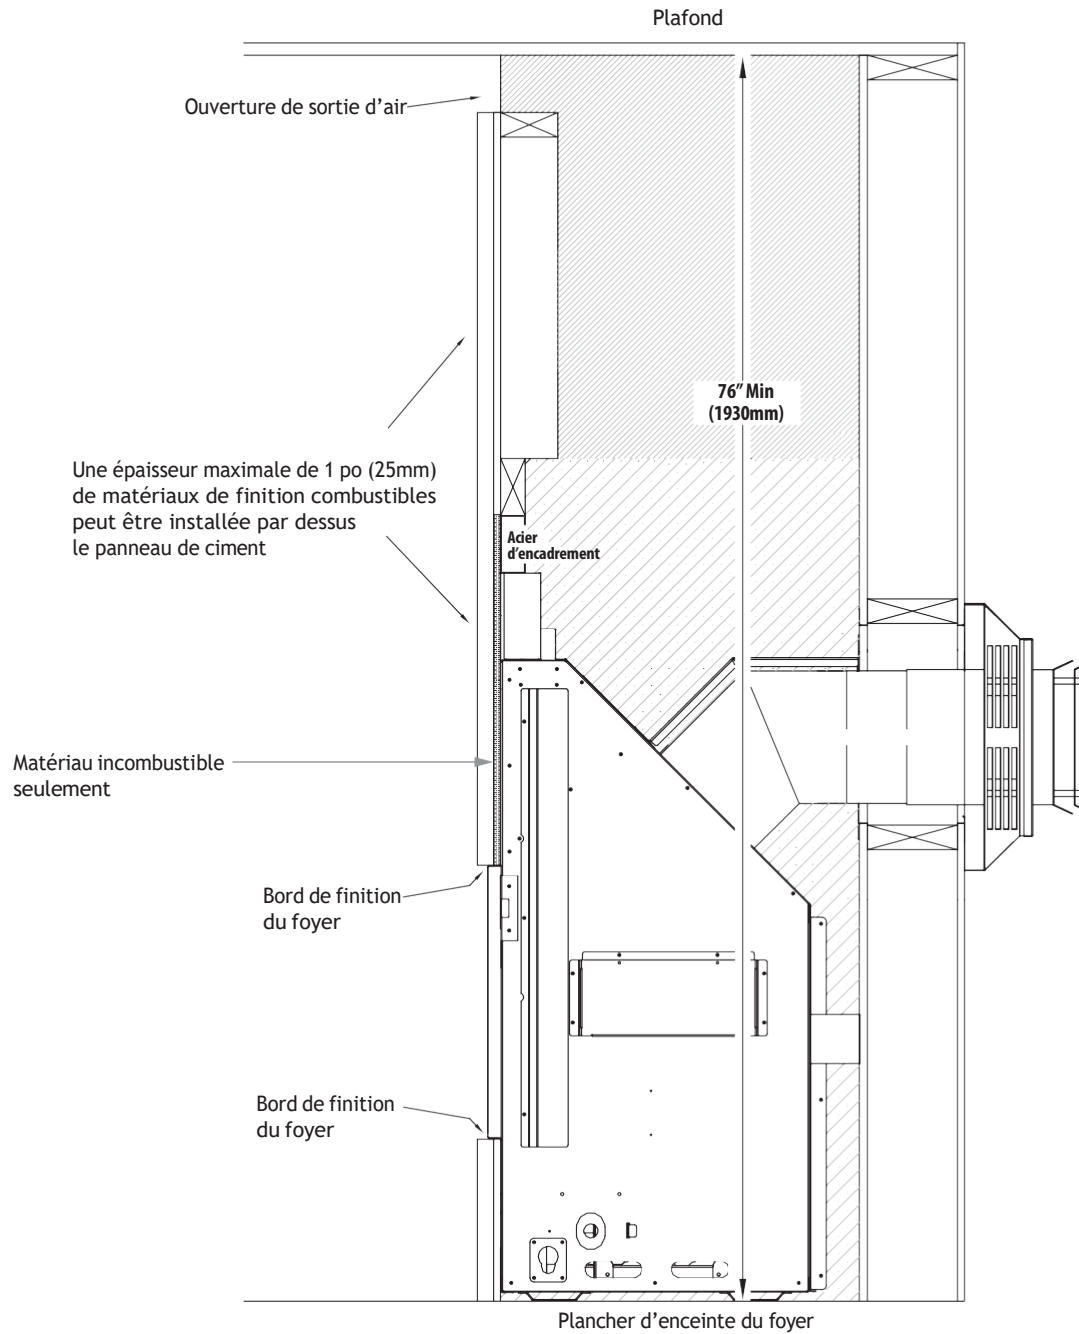

Figure 4.13, Matériaux de finition murale combustibles
- La Figure 4.13 (page 36) montre l'installation de matériaux combustibles de finition murale d'une épaisseur maximale de 1 po (25 mm).